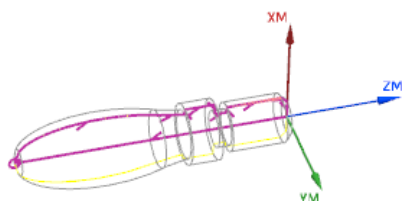

图 4.15 部件边界
Step2. 单击“Turn Bnd”对话框 **指定部件边界** 右侧的  按钮，系统弹出“部件边界”对话框，此时系统会自动指定部件边界并在图形区显示，如图 4.15 所示；单击 **确定** 按钮，完成部件边界的定义。